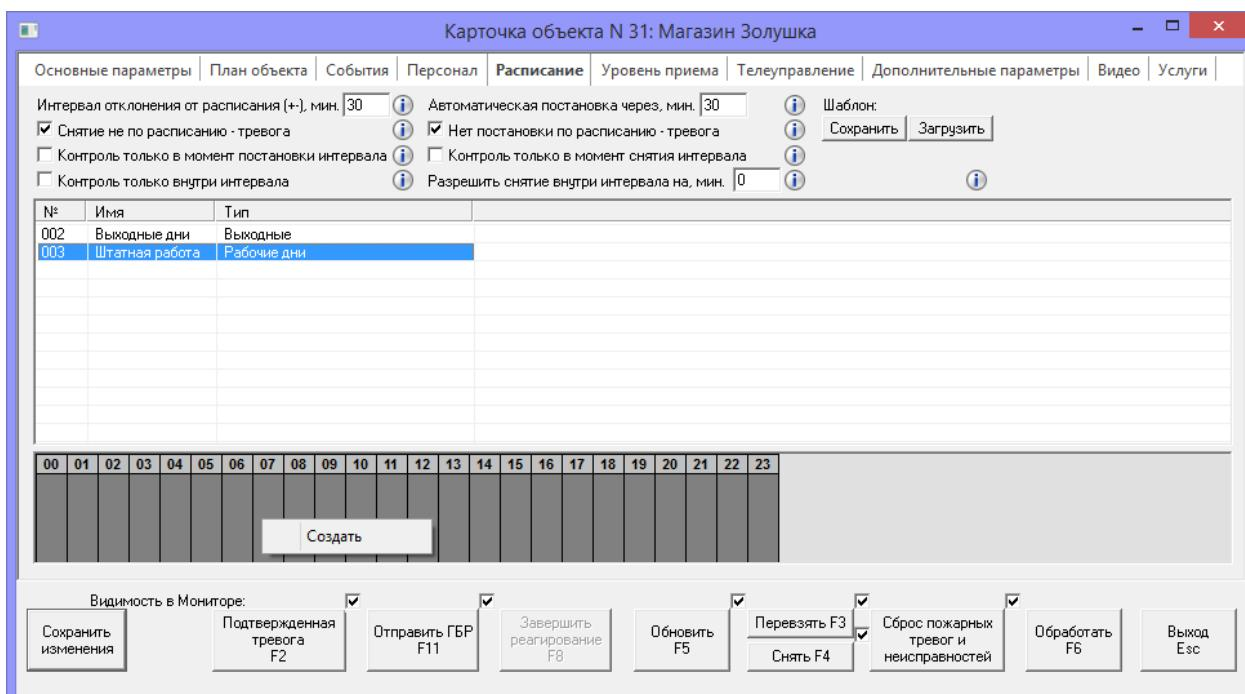

Рисунок 15.12 — Переход к установке временных интервалов охраны
- 4) Нажмите кнопку *OK*. В результате на вкладке *Расписание* появится строка *созданного расписания* (см. рисунок 15.12).